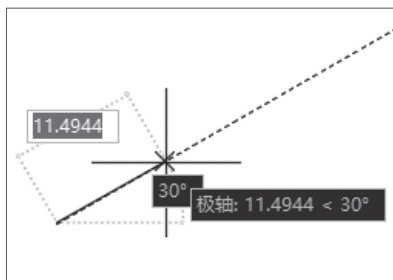

图 2-18
**步骤 02** 在命令行中输入L快捷命令，可启用“直线”命令。根据命令行中的提示，指定绘图窗口任意点为直线的起点，向右上方移动光标，系统会自动追踪设置的增量角（30, 60, 90, 120...），并显示一条辅助虚线，如图2-18所示。